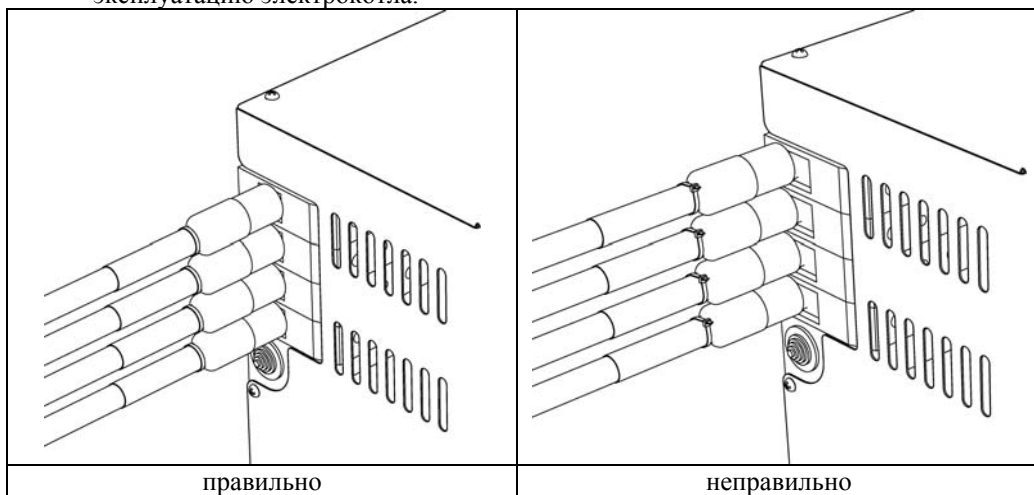

рис. 5
6.12. При подключении наконечников проводов к зажимам кабеля питания, необходимо обратить внимание на правильное положение наконечников (см. рис. 5). При правильном подключении все внешние токоведущие части зажимов будут надежно прикрыты изоляторами наконечников, что обеспечит в дальнейшем безопасную эксплуатацию электрокотла.